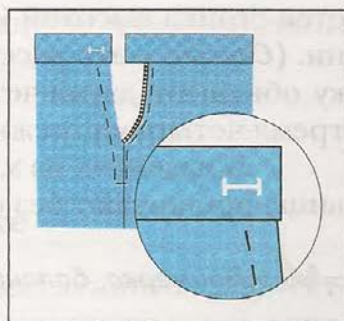

Рис. 61. Разметка месторасположения петли
1. Разметить мелком месторасположение петли на переднем конце пояса с лицевой стороны (рис. 61) в следующей последовательности: